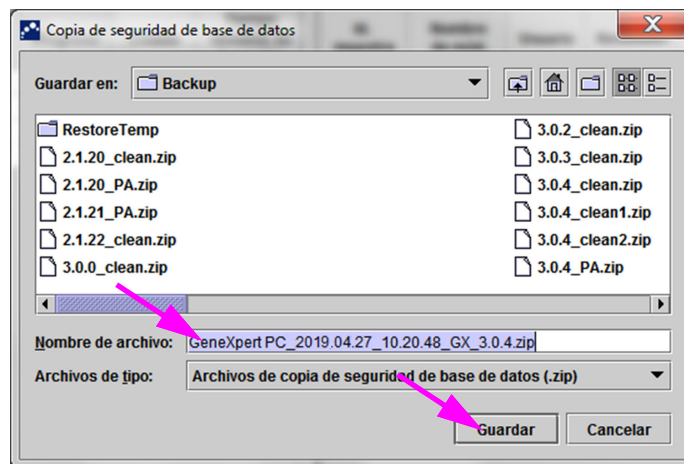

Figura 5-74. Denominación de archivos de copia de seguridad
3. Busque y seleccione la carpeta en la que desea almacenar el archivo de copia de seguridad, escriba un nombre para dicho archivo (o utilice el nombre de archivo predeterminado) y, a continuación, haga clic en **Guardar**. El proceso de copia de seguridad crea un archivo .zip en la ubicación que ha especificado (consulte la figura 5-74).